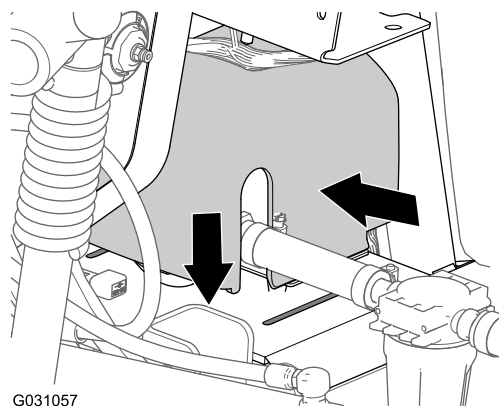

Figura 239
2. Allineate la copertura della pompa di lavaggio sulla piastra a sella per la pompa di lavaggio (Figura 239).
3. Premete insieme i lati della copertura della pompa di lavaggio e allineate le alette della copertura con la piastra a sella (Figura 239).
4. Inserite le alette nelle scanalature e rilasciate i lati della copertura (Figura 239).